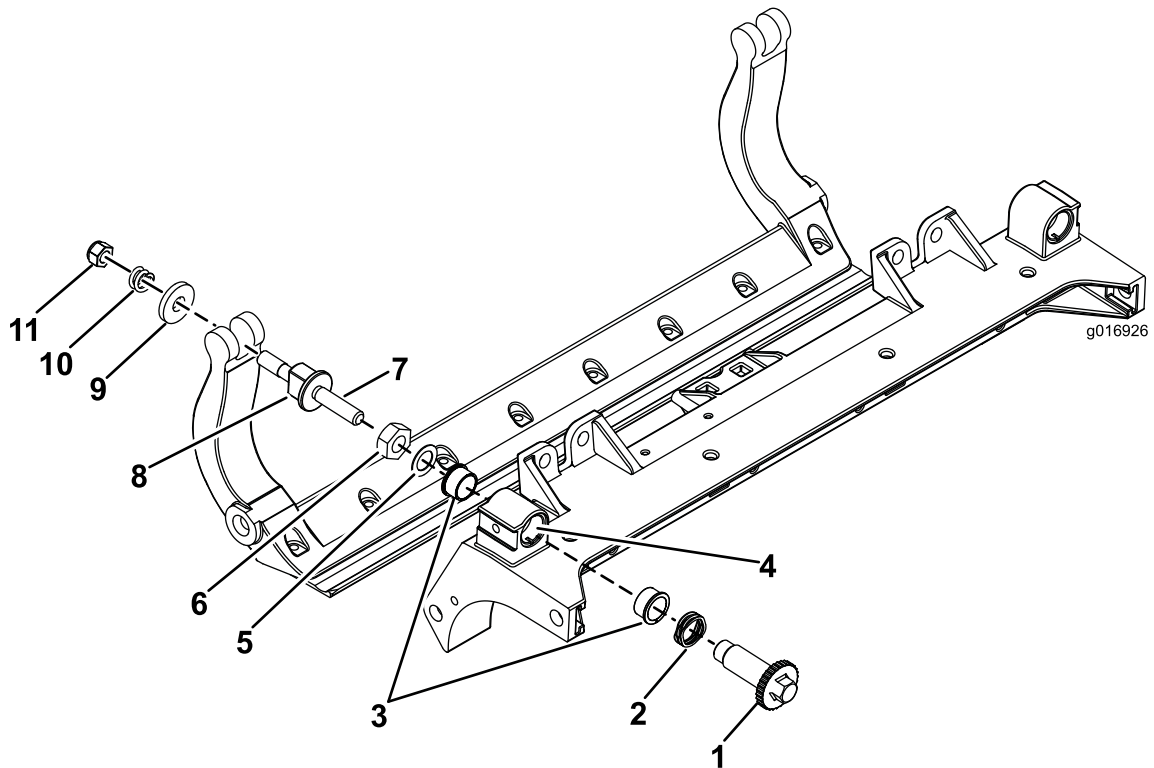

Figura 42
1. Retire todas as peças (consulte as *Instruções de instalação* do Kit DPA HD e a Figura 42).
2. Aplique composto antigripagem no interior da área dos casquilhos na estrutura central da unidade de corte (Figura 42).
3. Alinhe as chaves nos casquilhos das flanges com as ranhuras na estrutura e instale os casquilhos (Figura 42).
4. Instale uma anilha ondulada no veio do ajustador e deslize o veio para os casquilhos da flange na estrutura da unidade de corte (Figura 42).
5. Prenda o veio ajustador com uma anilha plana e porca de bloqueio (Figura 42).
12. Coloque uma anilha de aço no exterior de cada uma das anilhas de nylon (Figura 42).
Nota: As anilhas podem ter uma folga interna (Figura 42).
15. Aperte a porca em cada conjunto de ajustador da barra de apoio até que a mola de compressão esteja totalmente comprimida e, em seguida, desaperte a porca $\frac{1}{2}$ volta (Figura 42).